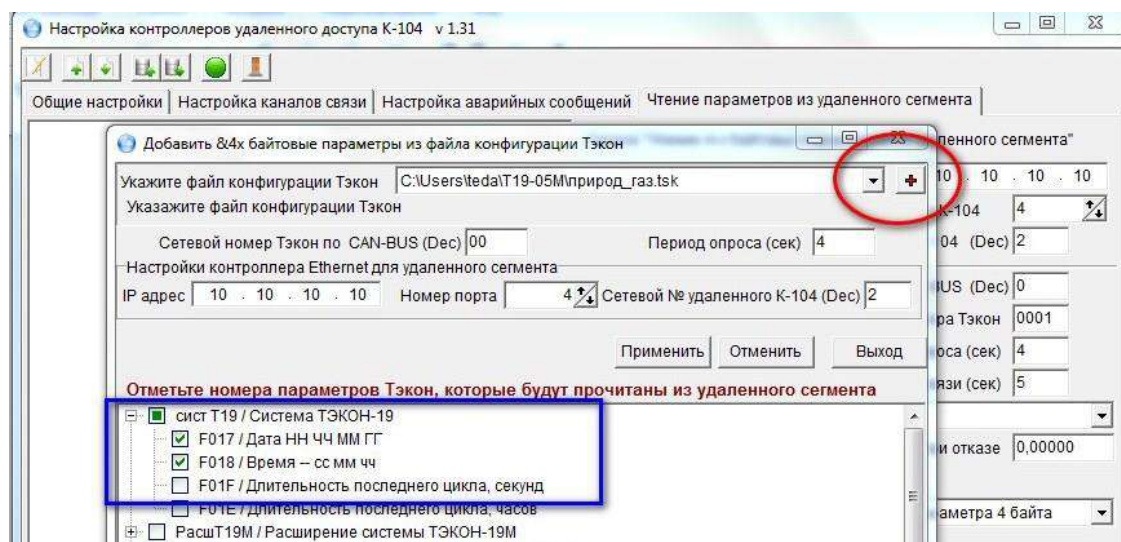

Рисунок 36. Активация параметров из удаленного сегмента
В контекстном меню выберите пункт **Добавить 4х байтовые параметры из файла конфигурации Тэкон (Добавить 2х байтовые параметры..., Добавить битовые параметры...)**. Откроется дополнительное окно (рисунок 36). В верхнем правом углу окна находятся кнопки  и  для добавления файлов конфигурации.
- установите флажки в строках тех параметров, которые будут прочитаны из удаленного ведомого прибора (Рисунок 36);